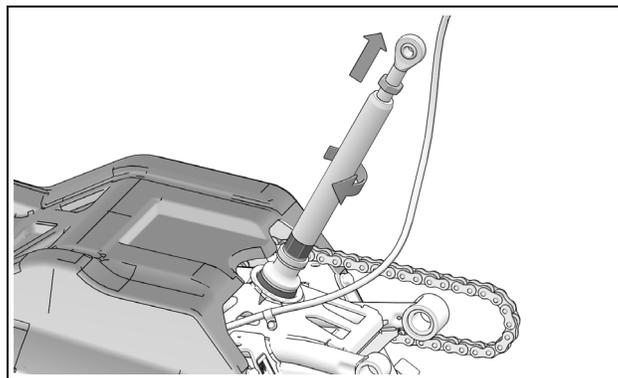

Figure 2
- Desserrer le contre-écrou de l'embout à rotule. Ajuster la longueur de l'embout en tournant le bras de couplage à l'aide d'une clé 25 mm. Figure 2.